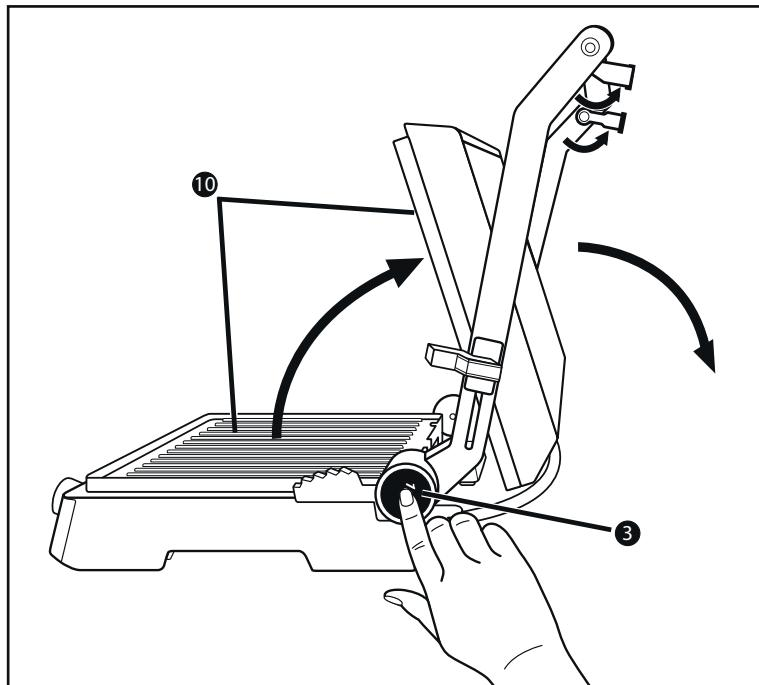

Fig. 1
- 1) Rabatați cele două picioare de sprijin **1** (fig. 1).
- 2) Apăsați butonul de deblocare 180° **3** (fig. 1) și deschideți capacul aparatului atât de mult, încât să poată fi utilizate ambele plăci de încălzire **10** ca un grătar tip masă.